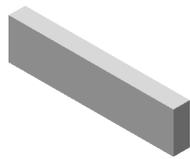

图 4.3.10 凸台-拉伸 1
Step2. 创建图 4.3.10 所示的零件基础特征——凸台-拉伸 1。
(1) 选择命令。选择下拉菜单 **插入(I)** → **凸台/基体(B)** → **拉伸(E)...** 命令，或单击“特征”工具栏中的 按钮。
(2) 定义特征的横断面草图。
① 定义草图基准面。选取前视基准面作为草图基准面。